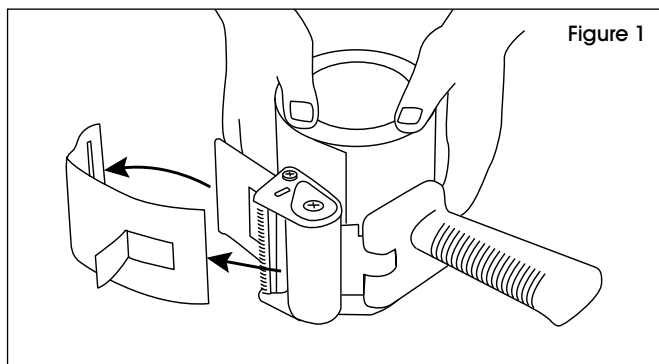

Figure 1
1. Place tape onto tape drum to dispense tape forward from top of roll. Pull tab to remove and discard blade protector. (See Figure 1)
1. Placez le ruban sur la roue du ruban pour distribuer le ruban vers l'avant à partir du haut du rouleau. Tirez sur la languette pour retirer et jeter le protège-lame. (Voir Figure 1)